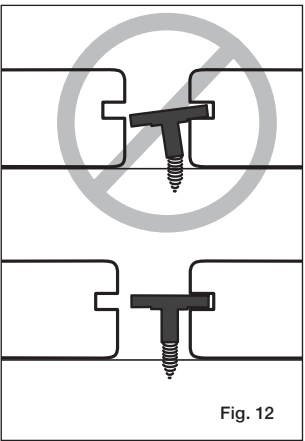

Fig. 12
Paso 3 En el otro lado de la tabla, coloque un sujetador Stowaway oculto en la ranura y céntrelo en la viga (fig. 12). Instale el tornillo de ajuste preestablecido en un ángulo de 90° a través del sujetador Stowaway y colóquelo al ras. No apriete demasiado. Los bastidores de los sujetadores deberán permanecer a nivel con la viga para que la próxima tabla encaje correctamente (fig. 12).